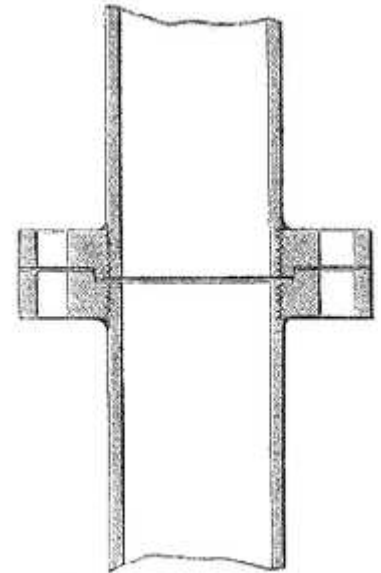

Fig. 2. Tube pneumatique.
**Tubes.** — Les tubes de lignes sont en fer ; le diamètre intérieur est de 0m,065. Ils sont assemblés par des joints à brides, disposés ainsi que le montre la figure 2 ; on admet des courbes de 5 à 20 mètres de rayon.